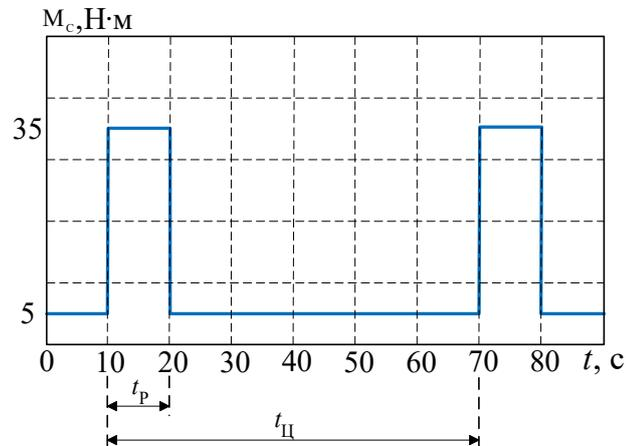

Рис. 5.2. Нагрузочная диаграмма
3. Дана нагрузочная диаграмма (рис. 5.2) исполнительного органа механизма, сделать предварительный выбор двигателя. Известно, что $\omega_{УСТ} = 140$ рад/с.